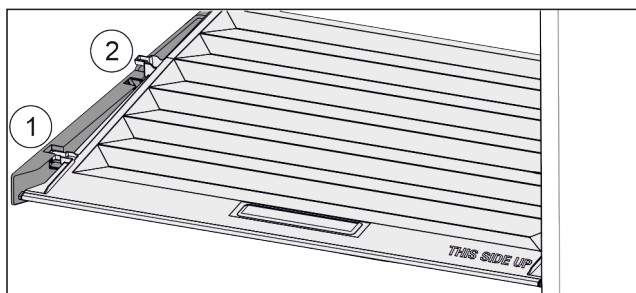

Fig. 48
- ▶ Издърпайте напред Fig. 48 (1) капака до отвора в задържащите части.
- ▶ Повдигнете го отзад отдолу и отстранете Fig. 48 (2) нагоре.